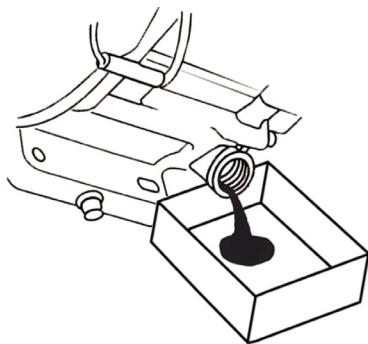

Рис. 15. Замена масла в двигателе
4. Очистите от загрязнений зону вокруг маслозаливной горловины. Извлеките крышку-щуп из маслозаливной горловины (Рис. 15) и протрите щуп чистой ветошью.
5. Подставьте ёмкость для масла под маслозаливную горловину, вместе с помощником наклоните генератор в сторону маслозаливной горловины и слейте отработанное масло в подготовленную для этого емкость через маслозаливную горловину (Рис. 15).